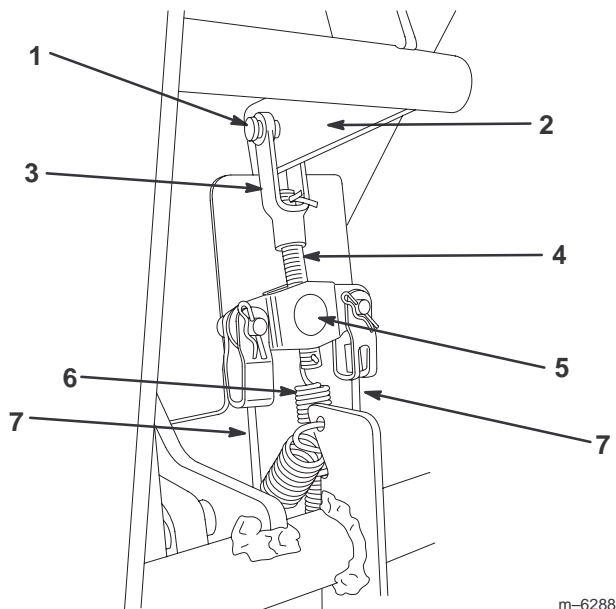

Figure 31
2. Vérifiez les câbles de frein au niveau de l'équilibreur (situé sous le tableau de bord) et évaluez à quelle hauteur l'équilibreur doit être placé sur la tige de frein pour supprimer entièrement le mou des câbles (Fig. 31).
3. Enlevez la goupille fendue et les axes de fixation de la chape sur la tige de frein (Fig. 31).
4. Décrochez le ressort du bout de la tige de frein (Fig. 31).
6. Vissez ou dévissez la tige de frein dans l'équilibreur selon besoin pour supprimer le mou des câbles de frein (Fig. 31). Ne tendez pas les câbles excessivement.
7. Accrochez le ressort dans le trou de la tige de frein (Fig. 31).
8. Accouplez la chape de la tige de frein au levier de frein à l'aide de l'axe et de la goupille fendue retirés précédemment (Fig. 31).